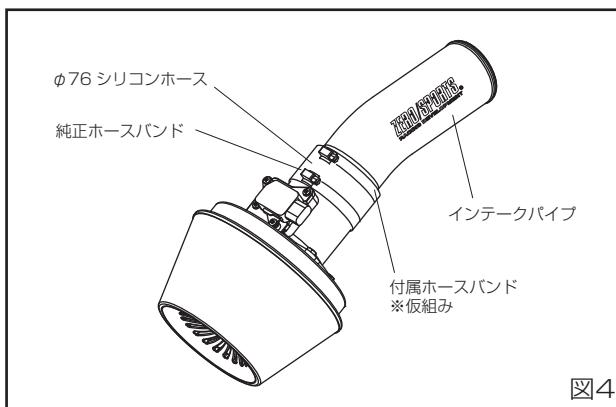

図4
- 3で組み付けたダイレクトフロー先端部ヘインテークパイプを付属のφ76シリコンホース、ホースバンド、純正ホースバンドを使い組み付ける。(図4)